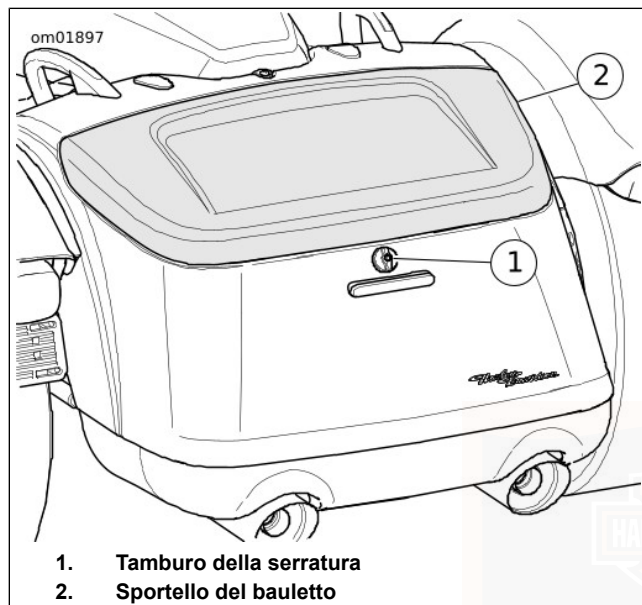

Figura 32. Vano portaoggetti (tipico)
2. Vedere Figura 32. Ruotare il tamburo della serratura in senso orario per aprire lo sportello. Aprire lo sportello del bauletto.